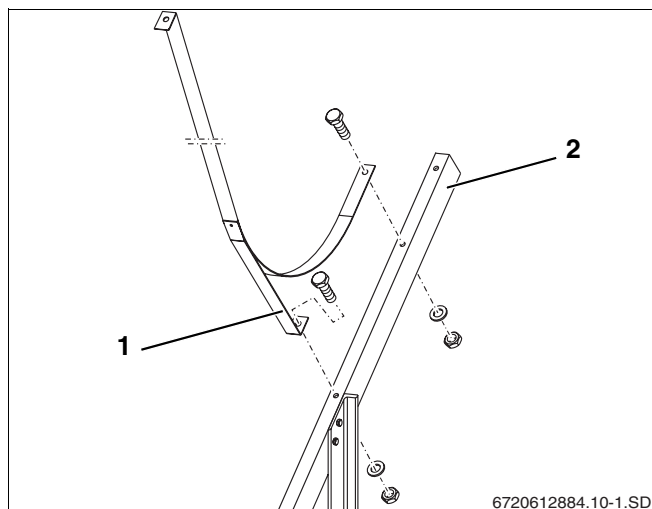

fig. 9 Montagem das cintas de aperto
- ▶ Colocar o lado móvel da cinta de aperto (fig. 9, **item 1**) em cima, sobre o apoio comprido 45° (fig. 9, **item 2**) e fixar com os parafusos M8 x 20, as porcas e as anilhas.